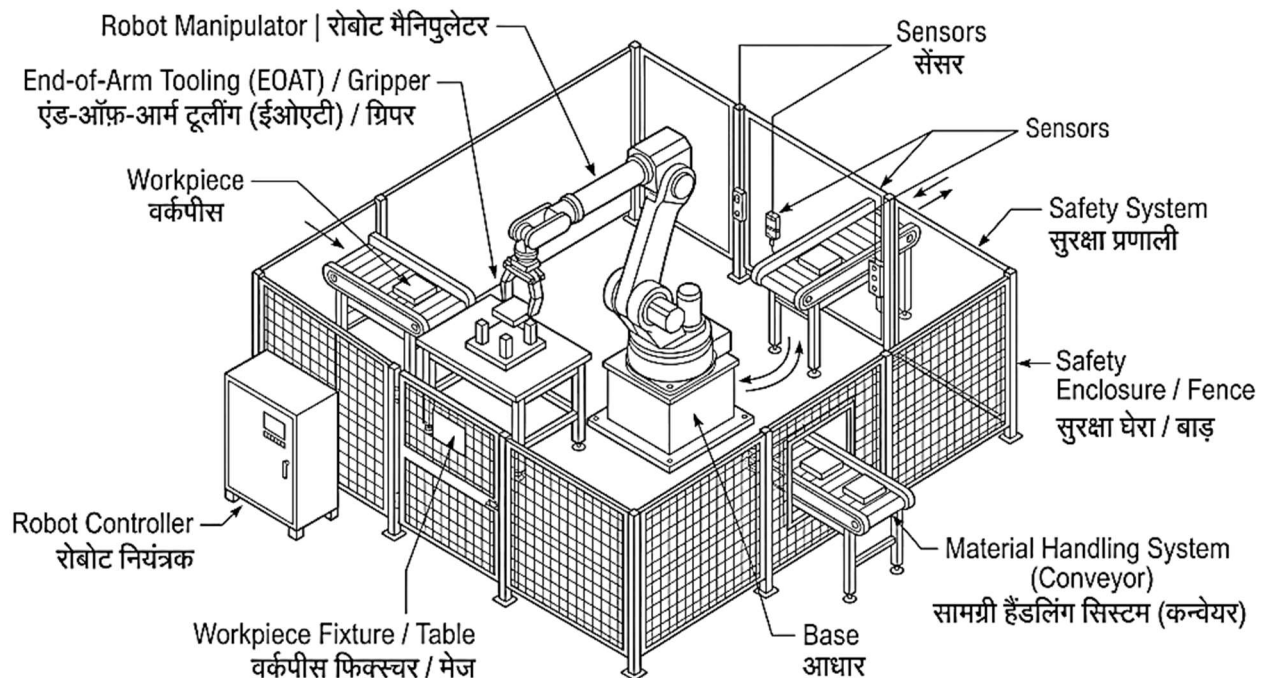

Fig. 5.1: Detailed Overview of Robotic Cell Components and Operation | रोबोटिक सेल के घटकों और संचालन का विस्तृत आरेख
5.1.1 Introduction to Robotic Cell Components (Fig. 5.1)
5.1.1 रोबोटिक सेल के घटकों का परिचय (Fig. 5.1)